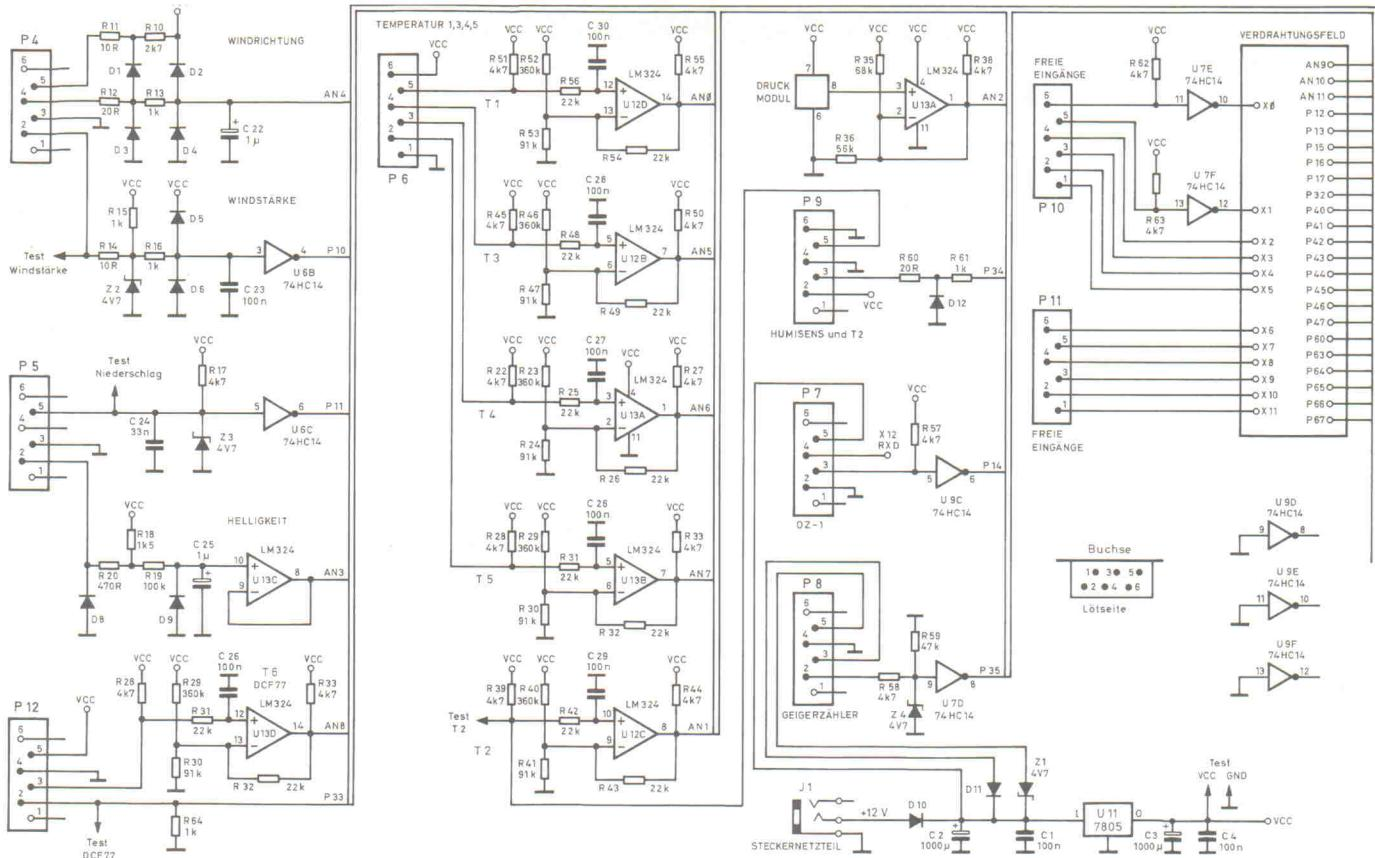

Bild 3. Per Schwellwert-einstellung übernehmen acht Relais Steueraufgaben.
- die Relaischaltung (Bild 3)
Die Relaischaltung in Bild 3 besteht aus Treibern vom Typ ULN2308. Leuchtdioden zeigen den Relaiszustand an. Über Sternbuchsen kommt man an die Schaltkontakte.